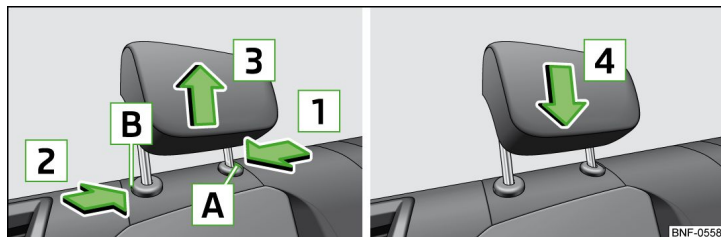

Fig. 47 Reposacabezas traseros: Desmontar/montar
- Presione la tecla seguro **A** y manténgalo en el sentido de la flecha **1** » fig. 47.